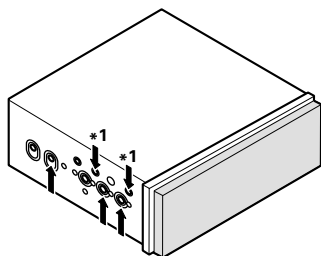

Fig. 15
- **Fixação do aparelho no suporte de montagem de rádio da fábrica. (Fig. 15) (Fig. 16) (Fig. 17)**